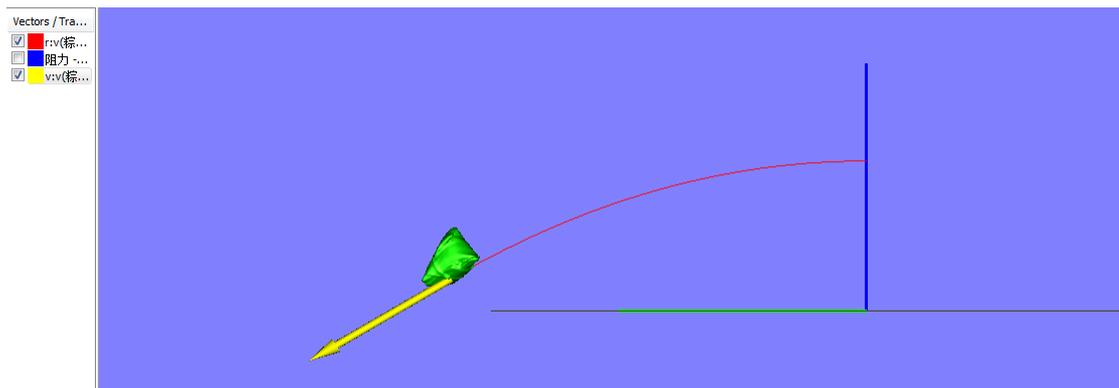

图 009-7 速度矢量图绘制
3、速度矢量图绘制：相同方法，创建速度矢量，观察速度矢量变化，如图 009-7；